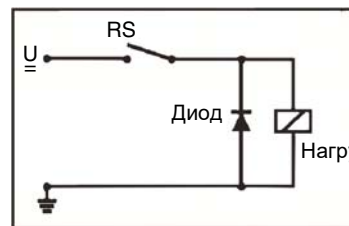

Рис. 4. Защита гасящим диодом при постоянном токе и индуктивной нагрузке
Постоянный ток (DC): подключение гасящего диода параллельно нагрузке, см. рис. 4.